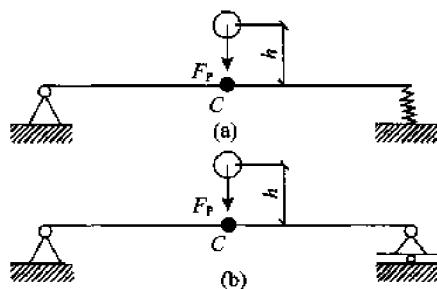

图 11-19
6. 如图 11-19 所示 a、b 两梁除右支座不同外,其他条件均相同,重物自高 h 处自由下落,冲击中点 C, a 梁最大冲击正应力为 $\sigma_{\max \cdot a}$, b 梁最大冲击正应力为 $\sigma_{\max \cdot b}$, 则:_____。